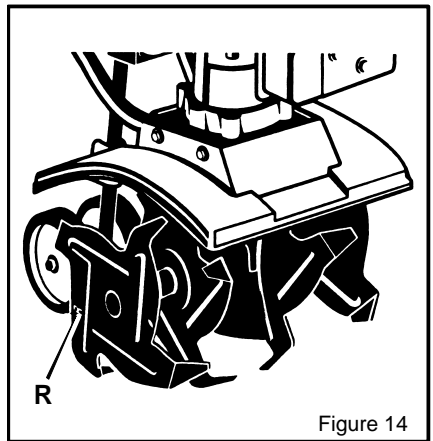

Figure 14
3. Une fois les lames correctement posées, la lettre **R** apparaît sur le côté visible de la **lame droite** (voir Figure 14). La lettre **L** apparaît sur le côté visible de la lame gauche.